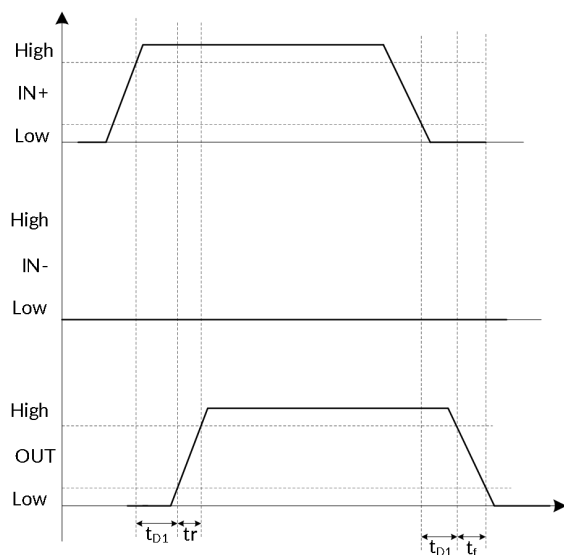
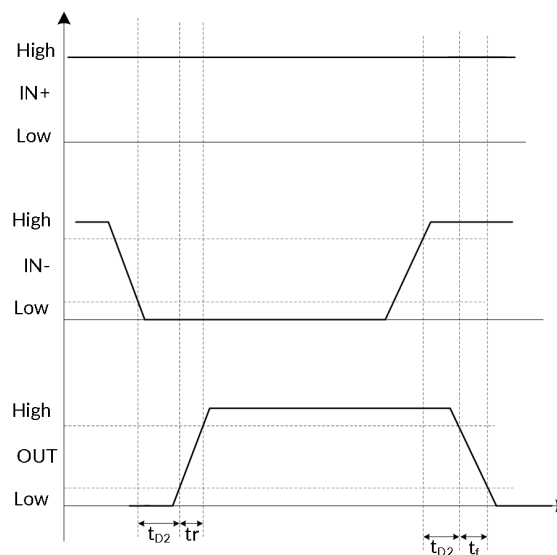

图 1. 同相配置 PWM 输入至 IN+ 引脚(IN- 引脚连接到 GND)
图 2. 反相配置 PWM 输入到 IN- 引脚(IN+ 引脚连接到 VDD)
(1) 参见图 1、图 2 中的时序图。
(2) 该参数由设计和/或特性确定，不在生产中进行测试。